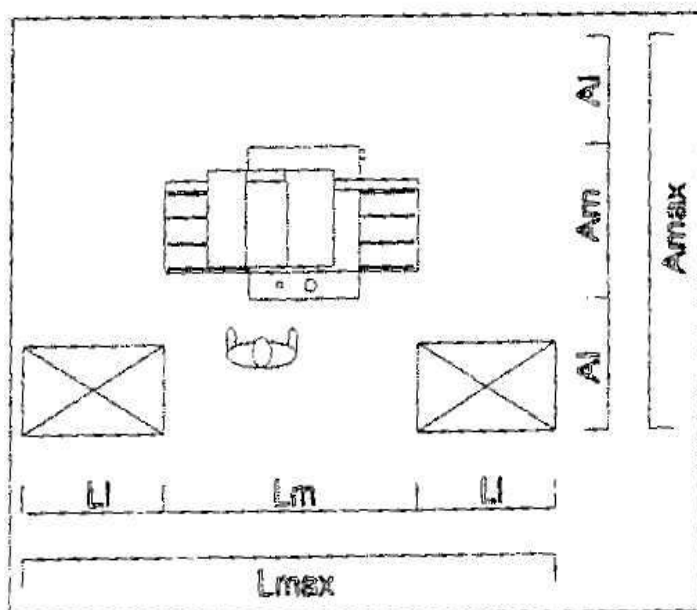

Fig. 3-1 Space required
3.1. НЕОБХОДИМОЕ ПРОСТРАНСТВО (РИС. 3-1)